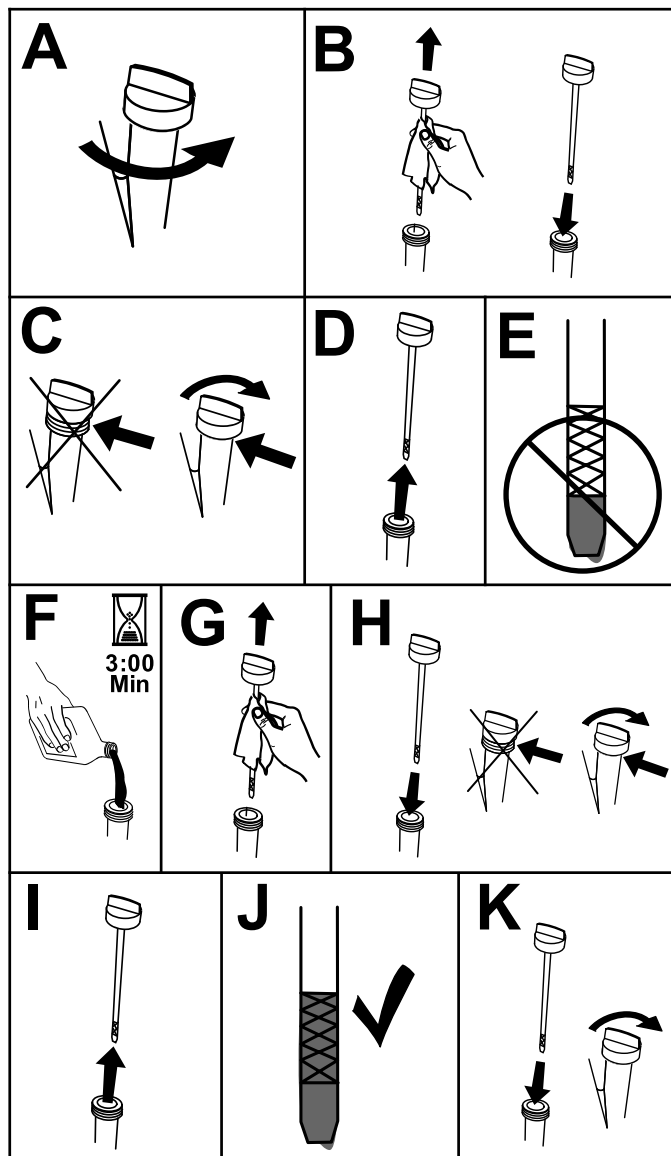

Figura 68
- Compruebe el nivel de aceite del motor, según se muestra en (Figura 68).